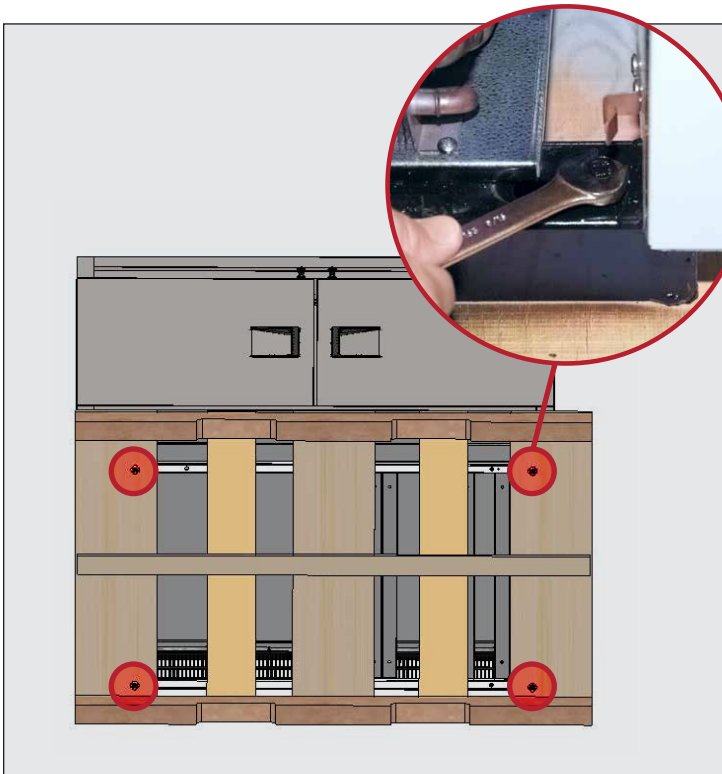

Fig. 4. Retirez les boulons de patin.
2. À l'aide d'une clé à molette, déplacez tous les boulons de transport fixant le patin en bois au fond de l'appareil. Voir fig. 4.